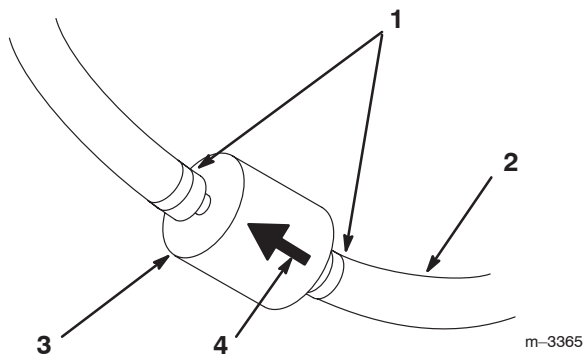

Bild 45
5. Drücken Sie die Enden der Schlauchklemmen zusammen und schieben Sie sie vom Filter weg (Bild 45).